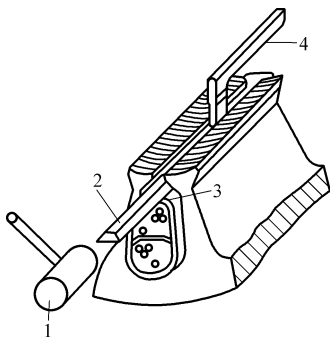

图 2-53 打入槽楔
4) 对于单层绕组,嵌完每个线圈的一条边后,应先用压线板压实导线,再用划线板将槽绝缘折合,然后再用压线板压实绝缘,即可打入槽楔,如图 2-53 所示。就这样按顺序嵌入线圈并在每组线圈间垫上相间绝缘,并使相间绝缘与槽绝缘有部分重合,待全部线圈嵌完后,用手锤垫着木棒重新整理端部形状,使端部低于铁心,以方便转子装配,也可边嵌线边整理,如图 2-54 所示。